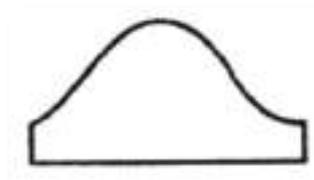

Figura 13
3. Manga franzida na cava e na boca, como no caso anterior faça o molde da manga curta reta (Figura 13). Corte o molde ao meio e coloque as duas partes